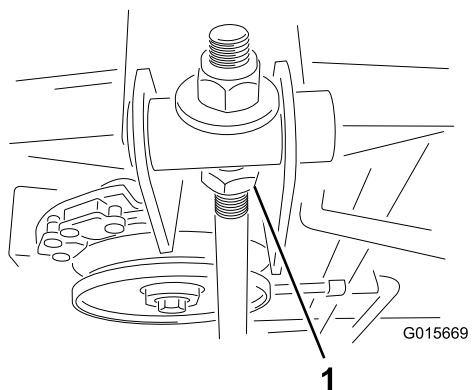

Figura 38
7. Allentate il controdado (Figura 38).